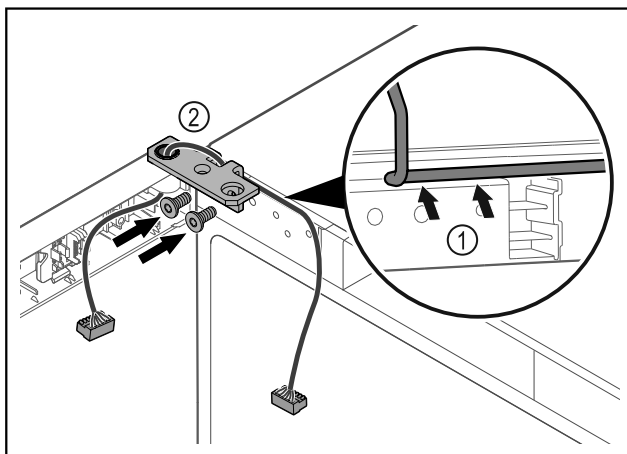

Fig. 57
- ▶ Faire passer le câble avec précaution par le trou de l'équerre de charnière Fig. 57 (1).
- ▶ Visser l'équerre de charnière Fig. 57 (2).